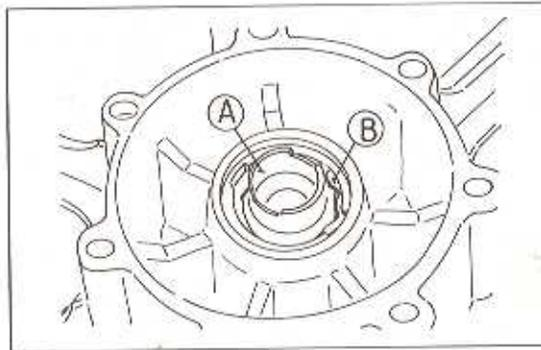

Bild 217
- Die Antriebshülse aus der Radnabe nehmen (Bild 217).